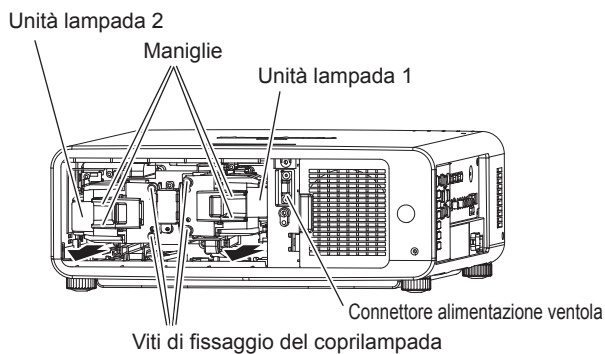

Fig. 2
3) Rimuovere l'unità lampada. (Fig. 2)